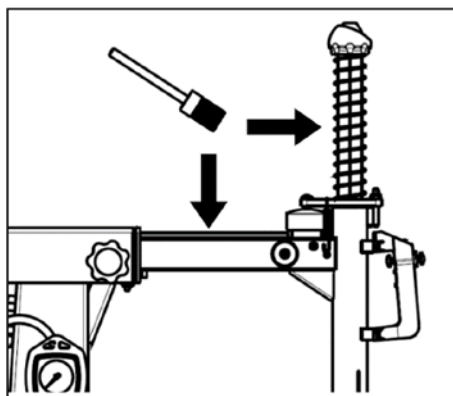

FIG35
- Rens drejebordns kæber og styreskiner med dieselolie, og smør dem med lithiumfedt (Fig35).